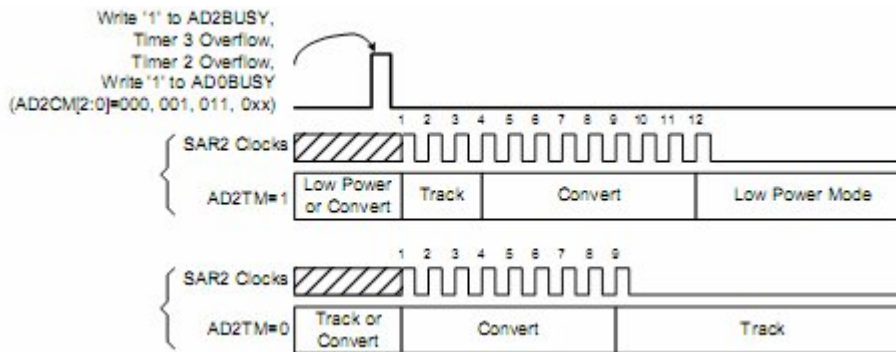

Fig. 2.1. Cronograma conversiei pentru modulele Low Power si urmarire continua
- **modul de lucru low-power (economic de putere):** atat timp cat dispozitivul nu face o conversie, el functioneaza intr-un mod low-power, in care consuma foarte putina putere. Acesta mod de lucru este foarte eficient pentru sistemele in care se doreste un consum redus de putere. Totusi, la primirea unei comenzi de conversie, sunt necesare 3 tacte de ceas pentru ca dispozitivul sa poata incepe conversia. In acest caz timpul necesar unei conversii creste de la 8 tacte la 11 tacte de ceas ale SAR-ului, dupa cum se poate observa in Fig. 2.1.
In Fig. 2.1. este prezentata diagrama bloc a convertorului DAC0.